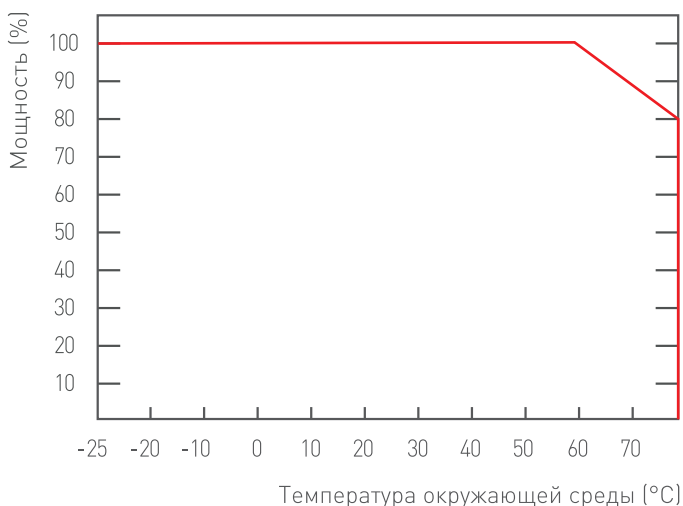

Рис. 1. – График зависимости номинальной мощности блоков питания от колебаний температуры окружающей среды.
- Не нагружайте блок питания (или группу блоков питания) более 80% от их максимальной мощности. Учитывайте, что с повышением температуры окружающей среды максимальная мощность блока питания снижается (Рис. 1).